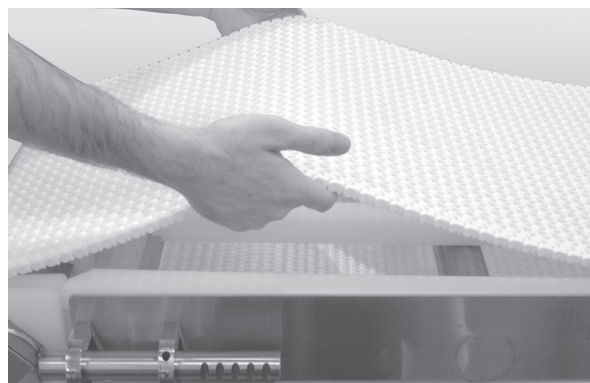

Figura 27
3. Si el transportador no dispone de elevadores de cinta, levante la cinta manualmente (Figura 27).